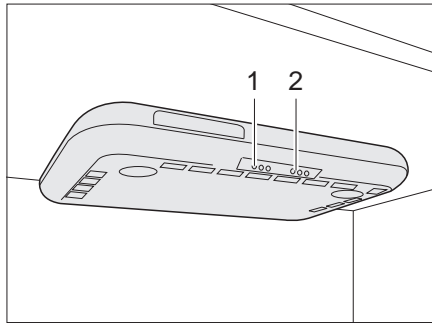

Fig. 219 Cappa di aspirazione
- Accendere e spegnere la cappa di aspirazione tramite l'interruttore (Fig. 219,1).
- Accendere e spegnere le luci area cottura tramite l'interruttore (Fig. 219,2).